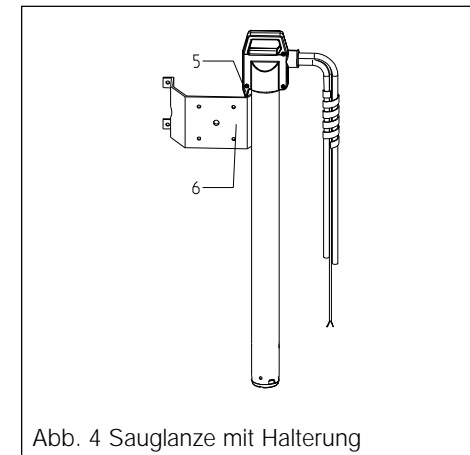

Abb. 4 Saugglanze mit Halterung
Die Saugglanze wird aus dem leeren Dosierlösungsbehälter herausgenommen und kann bis zum Einführen in den neuen Behälter mit der Haltenase (5) an der Gerätehalterung (6) eingehängt werden (Abb. 4).